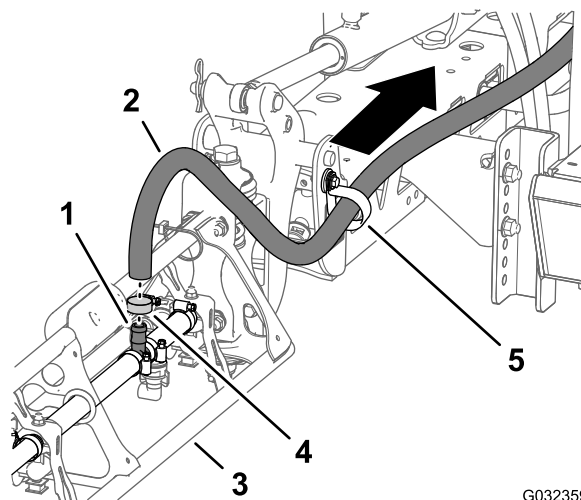

Рисунок 42
- С наружной секции стрелы снимите шланговый хомут, который крепит шланг подачи секции стрелы к тройнику типа «елочка» (Рисунок 42).
- Снимите шланг с тройника (Рисунок 42).
- Снимите свободный конец шланга с R-образного хомута (Рисунок 42).